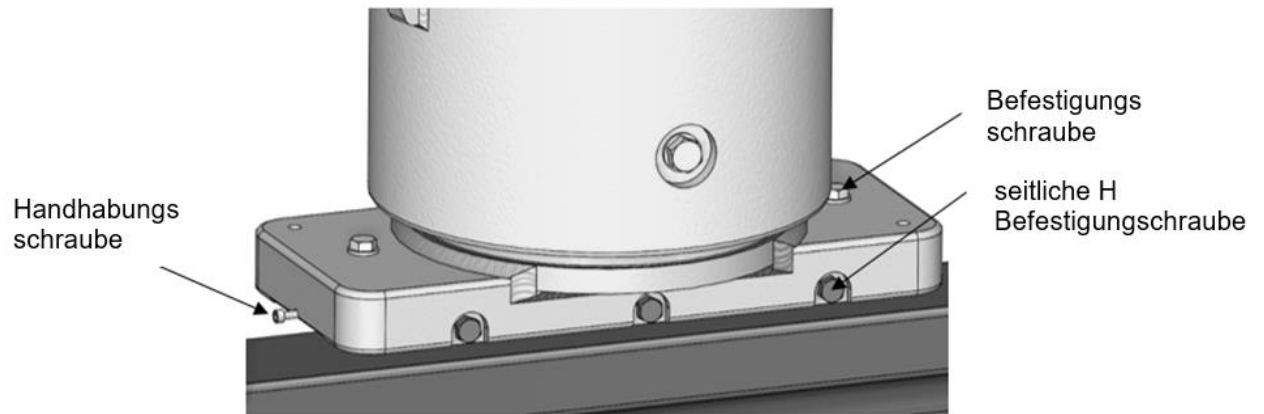
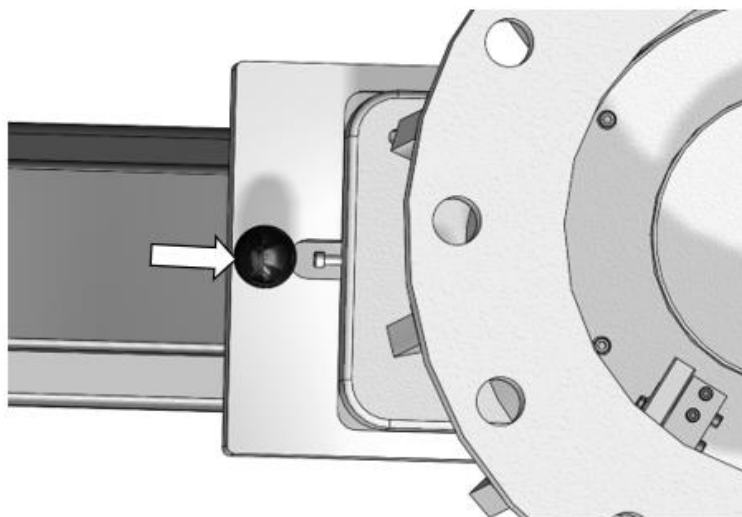
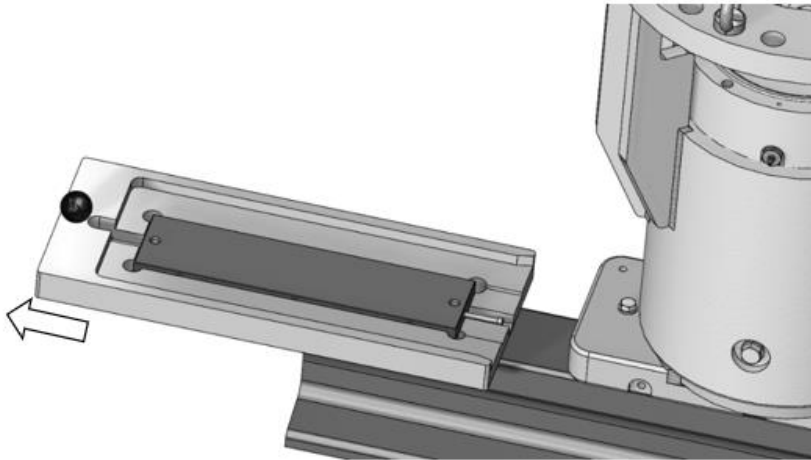

Bild 5.5
Bild 5.6
Bild 5.7
6. Bringen Sie die Wechsellvorrichtung mitgeliefert unter die Schienenbremse, indem Sie ihn bis zum Anschlag auf den Reibbelaghalter schieben Bild 5.6. Legen Sie die Reibbelag darauf nach lösen der 2 Befestigungsschrauben Bild 5.5 ab. Halten Sie den Reibbelag immer mit den beiden Handhabungsschrauben fest. Falls erforderlich, verwenden Sie die beiden Handhabungsschrauben, um das Herausnehmen des Reibbelages aus ihrer Vertiefung zu erleichtern Bild 5.7. Achtung: Niemals die Hände unter die Schienenbremse halten.